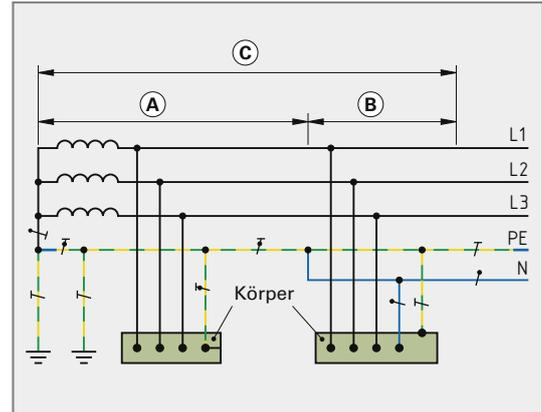

Bild 1: Verteilungssystem zu Frage 2
10. Für welche der in **Bild 1** aufgelisteten Bereiche A bis L, ausgestattet mit elektrischen Niederspannungsanlagen, gelten die Normen der Reihe DIN VDE 0100?